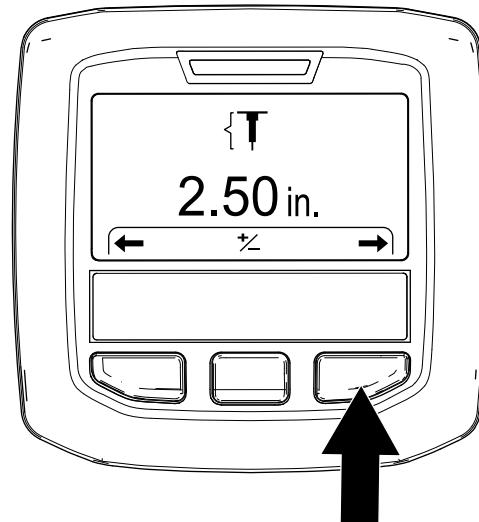

Bild 47
- Drücken Sie die rechte InfoCenter-Taste, um den Bildschirm „Einstellen der Lochtiefe“ anzuzeigen (Bild 47).